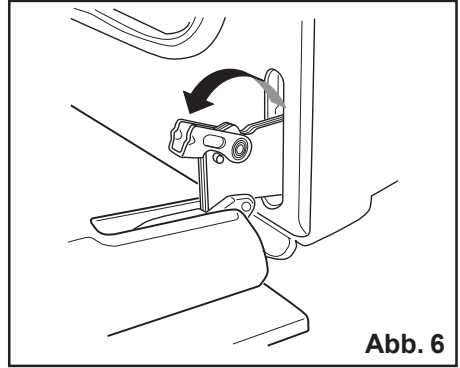

Abb. 6
3. heben Sie die Hebel auf den Scharnieren an und klappen Sie diese (Abb. 6) nach vorne;